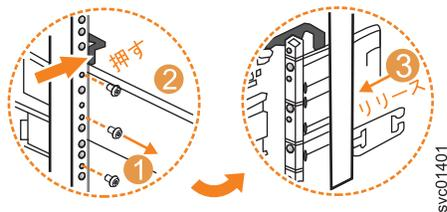

図 50. 背面フレーム・ブラケットからのレール・アセンブリーの取り外し
3. 図 50 に示すように、内部レール・セクションを背面ブラケット・アセンブリーに固定している 2 本のねじを取り外します。
4. 図 50 に示すように、レールを手前に引いて背面ブラケットから外します。